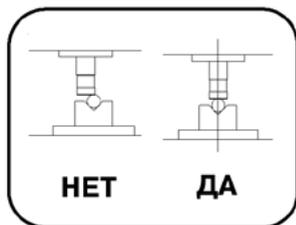

Рис. 3
4. Рабочее окончание цилиндра размещайте точно по центру нагрузки (Рис. 3).